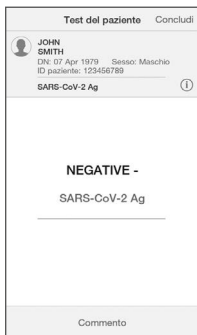
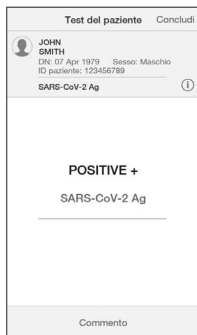

Fig. 1 - Risultato negativo per SARS-CoV-2 Ag
Fig. 2 - Risultato positivo per SARS-CoV-2 Ag
4. **Il risultato** apparirà sul touchscreen dell'Instrument entro 12 minuti dall'applicazione del campione e l'avvio del test. I risultati saranno visualizzati sullo schermo dell'Instrument come risultato positivo o negativo per SARS-CoV-2 Ag (vedere Fig. 1 e Fig. 2).